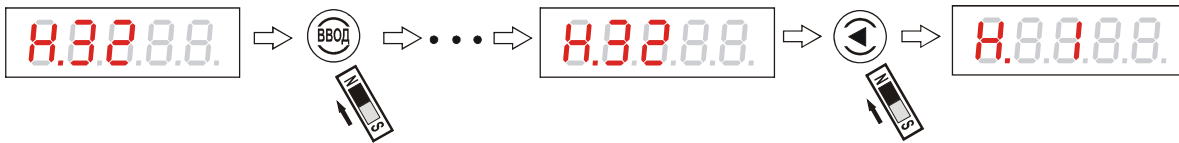

Рисунок 65 - Переход к повторному вводу тарифовочной таблицы при обнаружении уровнемером ошибок ввода
**Примечание** – Шаг точек тарифовочной таблицы может быть как равномерным, так и неравномерным, но в случае, когда в программируемых значениях уровня или объема точек тарифовочной таблицы резервуара отсутствует монотонность нарастания или убывания, запись в память уровнемера такой тарифовочной таблицы не произойдет, рисунок 65: